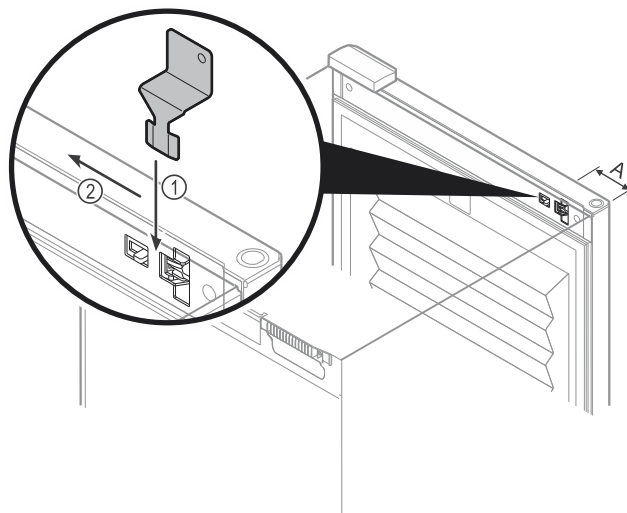

Fig. 106
- Расположите ключ для аварийной разблокировки в заданном месте Fig. 106 (A) $\approx$ 100мм.
- Вставьте ключ для аварийной разблокировки между дверью и корпусом устройства сверху и до упора Fig. 106 (1).
- Потяните ключ для аварийной разблокировки в направлении стороны шарнира Fig. 106 (2).